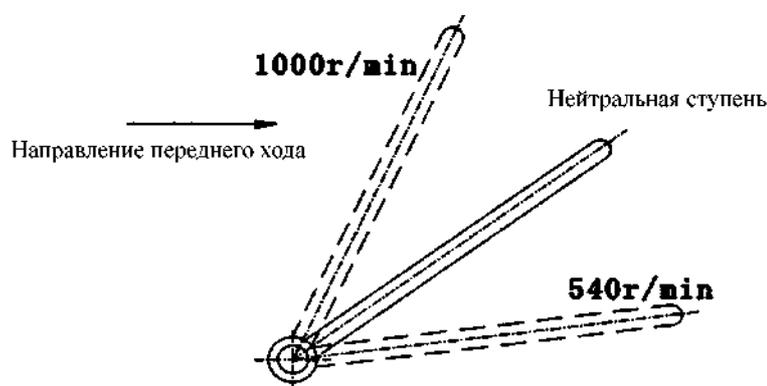

Рис. 4 - 5. Схема переключения оборотов ВОМ
1. Запуск при нормальной температуре (Рис. 4 - 1)
- 1) Ступень переключателей (Рис. 4 - 2, Рис. 4 - 3.)
При проведении полевой работы с тяжелой нагрузкой или на мокром и рыхлом грунте для улучшения тяговых характеристик трактора, можно сочетать передний приводной мост для осуществления четырехколесного привода. В данный момент потянуть регулирующий рычаг (см. Рис. 4 -4.) под левой низкой частью водительского сиденья назад, привести энергию через раздаточную коробку в передний приводной мост. Только после полного распределения сцепления, можно потянуть регулирующий рычаг назад или толкать вперед.
При проведении пахотной работы, когда изменение пропорции сопротивления почвы относительно большое, провести комплектную регулировку силы и положения, пахотная глубина регулируется путем переключения регулирующего рычага на разные положения. В рамке комплектной регулировки продвигать регулирующий рычаг вниз, пахотная глубина становится более глубокой, наоборот - пахотная глубина становится более легкой. В случае регулировки до определенной пахотной глубины, вывернуть мотыльковую гайку (см. Рис. 4 -6) куска ограничения рычага, чтобы после каждого поднятия и спуска сельхозорудия регулирующий рычаг совпадает с порогом ограничения, чтобы пахотная глубина в общем не изменяется
Регулировать регулирующее ручное колесо скоростей спуска, можно изменить уровень скоростей спуска сельхозорудия (см. Рис. 4 - 7 .) Держать соответственный уровень скоростей спуска, можно предотвращать излишние быстрые скорости спуска сельхозорудия, также избежать от повреждения из - за резкого удара с поверхностью земли.
Установить верхнюю тягу на среднее отверстие (Рис. 4 - 8) коромысла регулирующей пружины силы, низкий кончик левого подъемного рычага присоединяется с передним отверстием А левой низкой тяги, коромысло регулирующей пружины силы имеет 4 присоединительного отверстия, при рабочем состоянии комплектной регулировки силы и положения, обычно пользоваться средними и верхними отверстиями; трактор (Дунфанхун - 4540» и другие тракторы пользуются низкими отверстиями при работе с тяжелой нагрузкой; можно выбирать согласно величинам видоизменения регулировки силы при пробной пахотной работе, величина видоизменения слишком большая или до предела, необходимо переместить верхнюю тягу вниз. Наоборот, присоединиться с верхними отверстиями.
на Рис. 4 - 10. . Согласно функциям электрооборудования можно разделить на нижеследующие части: